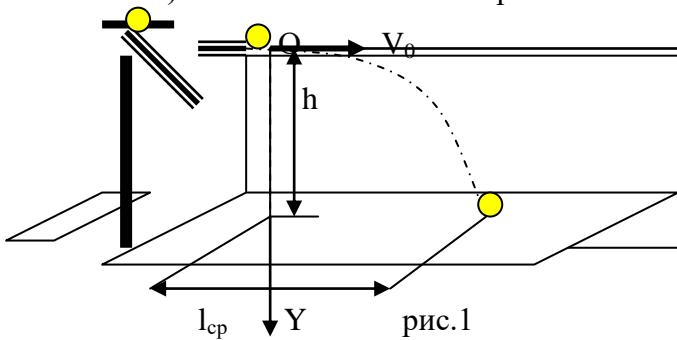

рис. 1
1. Соберите экспериментальную установку (см. рис. 1)
(рис.1)
1. Соберите экспериментальную установку по рис. 1, выбирая длину маятника около 50 см.
8. Вычислите центростремительное ускорение груза – левую часть равенства (4)